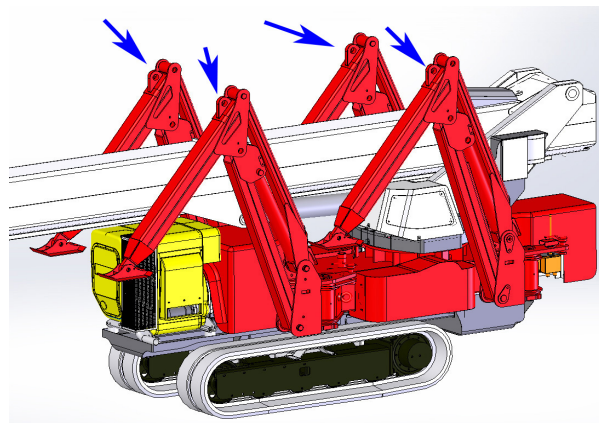

Fig. 2.14
- À l'aide d'un harnais à 4 bras de capacité et de longueur adéquates, fixez les crochets dans les trous au-dessus des stabilisateurs (Fig. 2.14 et 2.14a).